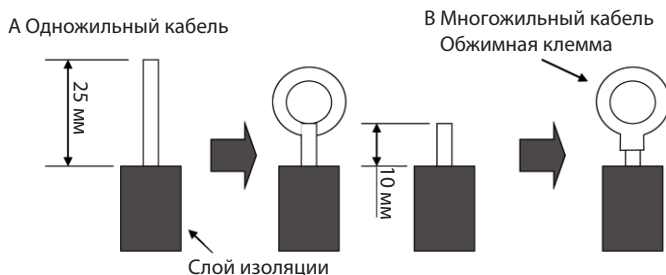

Рис. 30
- В случае одножильного провода (см. рис. 30)
- В случае витого провода (см. рис. 30)